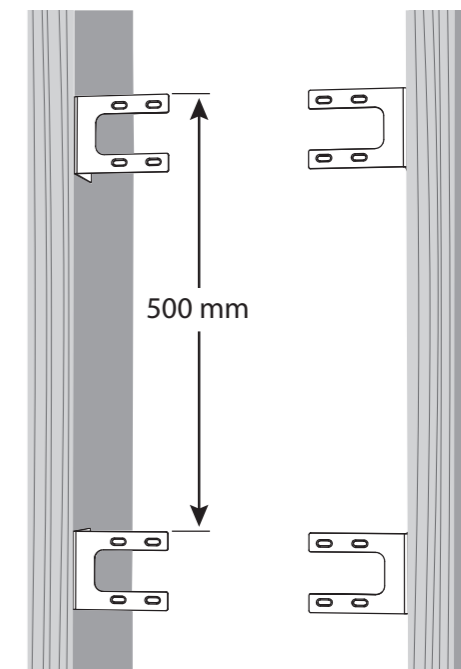

Fig. 1 Screw the back can brackets to the ceiling joists
2. Positionieren Sie die Halterungen wie in Abb. 1 gezeigt und achten Sie darauf, dass die Unterseiten der Halterungen bündig mit der Unterseite der Deckenbalken sind. Befestigen Sie jede Halterung mit vier Schrauben pro Halterung am Deckenbalken.